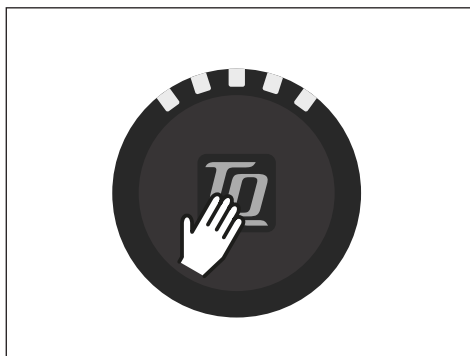

Abb. 3: Bedientaste am Display
- Schalten Sie die Antriebseinheit ein, indem Sie **kurz** die Taste (siehe Abb. 3) auf dem Display drücken.
- Schalten Sie das Antriebssystem aus, indem Sie **lang** die Taste auf dem Display drücken (siehe Abb. 3).